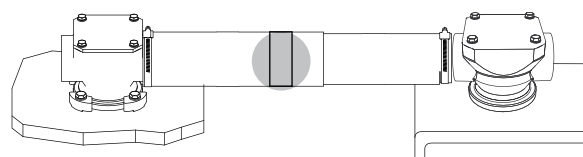

Рис. 47. Самоклеящиеся информационные таблички на трубках
18. Приклейте самоклеящиеся информационные таблички на трубки примерно посередине каждой из них. См. рис. 47.